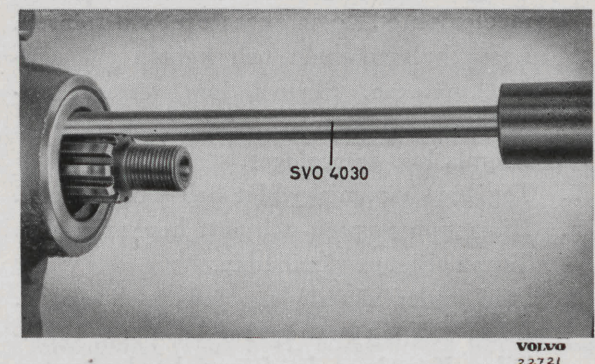
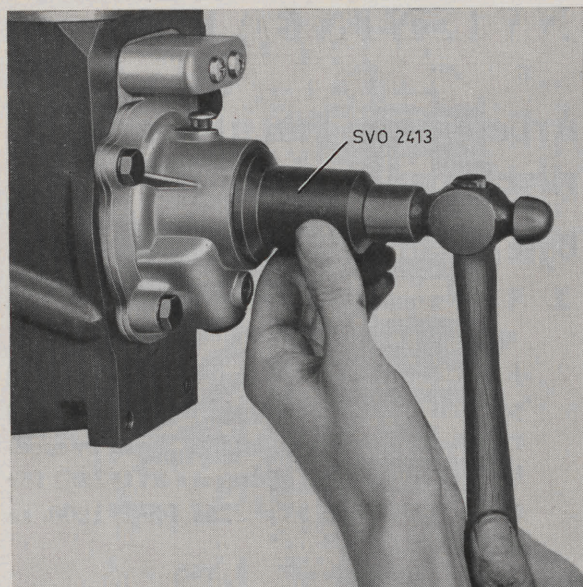

Bild 14. Demontering av tätningring.
Bild 15. Montering av tätningsring.
3. Drag ut den gamla tätningringen (41) med utdragare SVO 4030, bild 14. Montera den nya tätningringen med hjälp av dorn SVO 2413, bild 15.